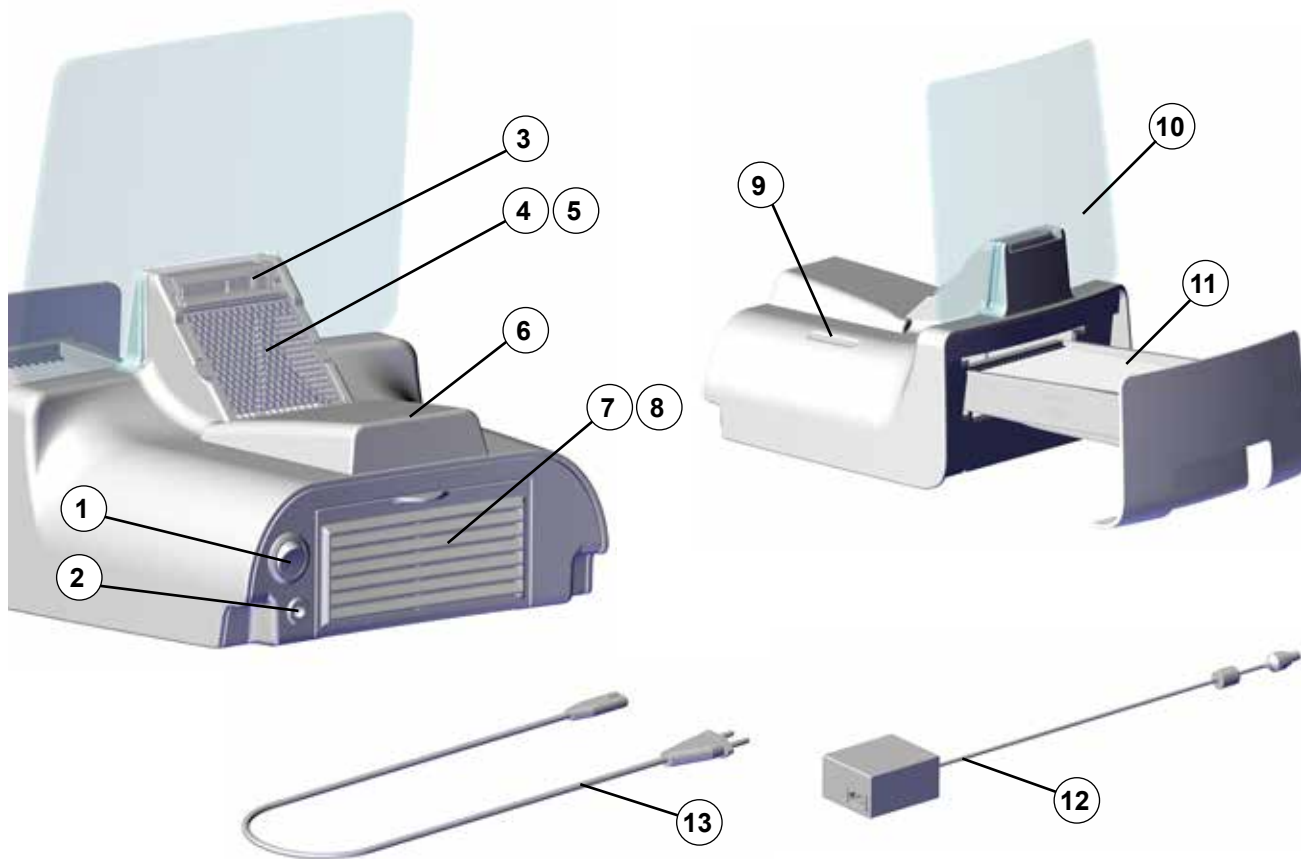

Рис. 1
- ⇒ Оборудование следует выключать с помощью выключателя Вкл. / Выкл. (1, Рис. 1).
⇒ Вставьте сетевой кабель (13, Рис. 1) в зарядное устройство (12, Рис. 1).
Оборудование включается и выключается с помощью выключателя Вкл.-Выкл.(1, Рис. 1).